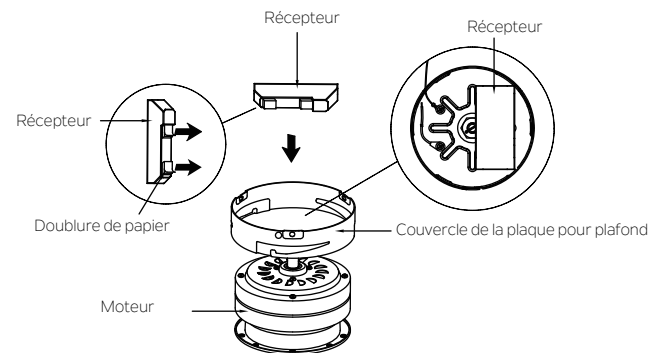

Fig. 10
Étape 4. Enlevez la doublure de papier sur le récepteur et fixez-le récepteur sur le couvercle de la plaque de montage. Maintenez le récepteur à plat contre le plafond. (Fig. 10)